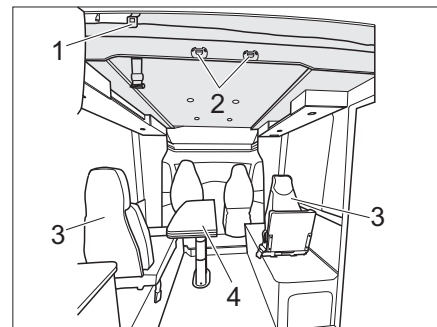

Fig. 159 Cama elevada eléctrica (variante 3)
- Enganchar la escalera de ascenso a las grapas (Fig. 159,2) de la cama elevada con los dos ganchos.
- Mover hacia abajo la mesa plegable de 2 patas, abatible (Fig. 159,4) (ver capítulo 7.8.8).
- Desmontar 2 asientos individuales (Fig. 159,3) y guardar.